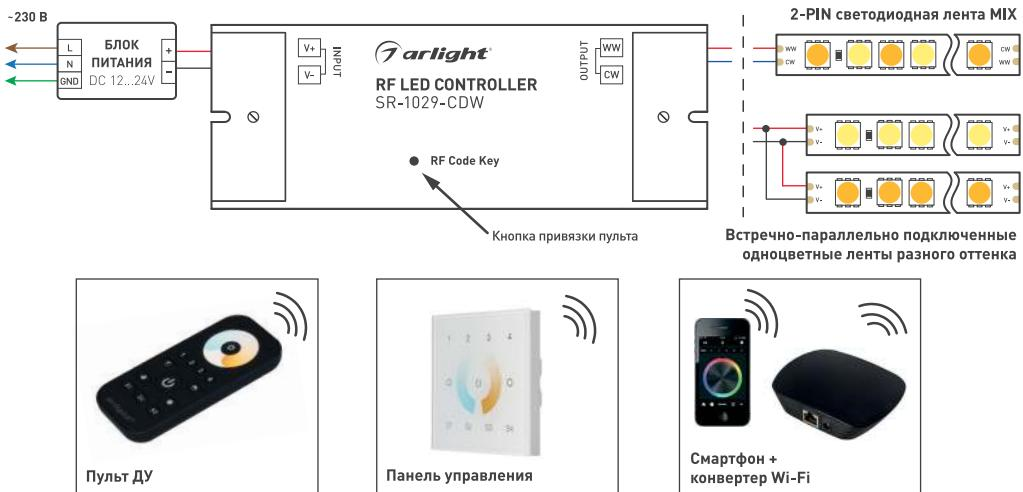

Рисунок 1. Общая схема подключения контроллера.
- Согласно используемой схеме [см. рисунок 1] подключите светодиодную ленту или другой совместимый светодиодный источник света к выходу контроллера OUTPUT. Соблюдайте полярность и порядок подключения проводов к клеммам.